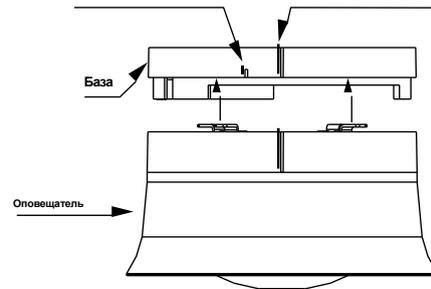

Рис. 2 – установка оповещателя в контактную базу
1. Совместите метку выравнивания на устройстве с короткой меткой на основании, как показано на Рис. 2